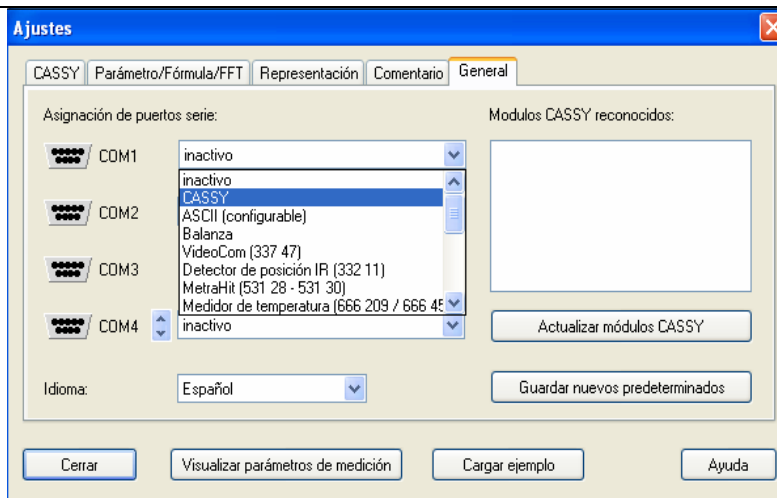

Figura 3 Fuente: LD Didactic
8. En la ventana de ajustes y en la pestaña General (ver figura 3) se selecciona “CASSY”.